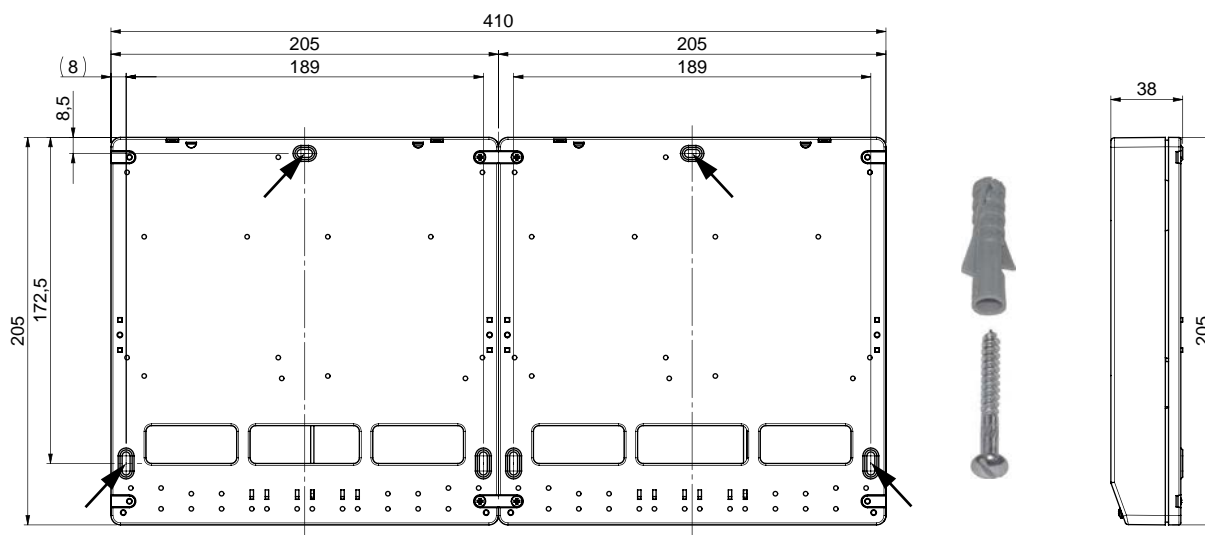

Fig. 13 Croquis coté - vue de l'arrière
- Percer les orifices de montage (\varnothing 6 mm) dans le mur conformément au croquis (Fig. 13).